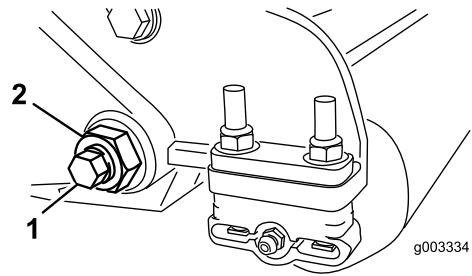
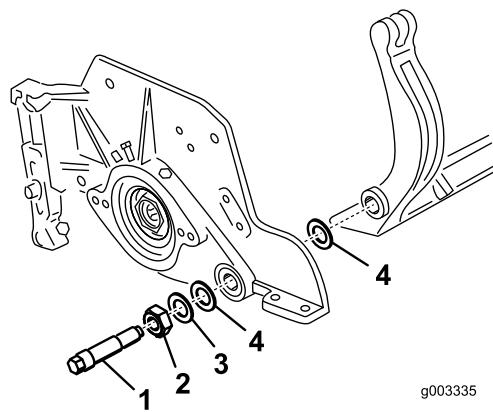

Bild 27
Bild 28
- Lösen Sie an jeder Seite der Maschine die Klemmmutter, mit der die Schraube des Untermesserträgers befestigt ist (Bild 27).
- Nehmen Sie jede Schraube des Untermesserträgers ab, damit der Untermesserträger nach unten gezogen und von der Maschine entfernt werden kann (Bild 27). Bewahren Sie die beiden Nylonscheiben und die beiden Scheiben aus gestanzten Stahl an jedem Ende des Untermessers auf (Bild 28).
- Befestigen Sie den Untermesserträger mit den Untermesserträgerschrauben (Muttern an den Schrauben) und den sechs Scheiben an jeder Seitenplatte. Legen Sie eine Nylonscheibe an jede Seite des Seitenplattenansatzes. Legen Sie eine Stahlscheibe außen auf jede Nylonscheibe (Bild 28). Ziehen Sie die Schrauben mit 37 bis 45 Nm an. Ziehen Sie die Sicherungsmuttern an, bis sich die Stahlscheibe außen nicht mehr dreht und kein Spiel am Ende vorhanden ist, ziehen Sie jedoch nicht zu